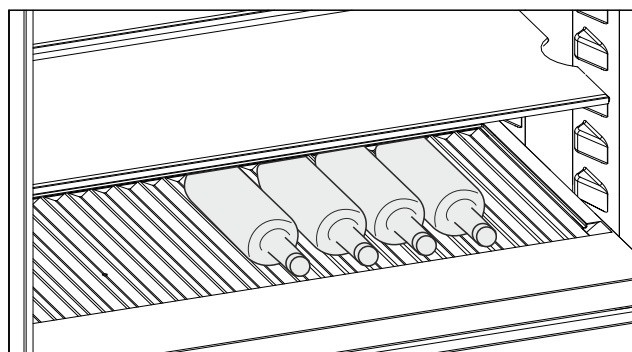

Fig. 167 Ілюстративне зображення
- Помістіть пляшки дном у напрямку до задньої стінки. (див. Fig. 167)